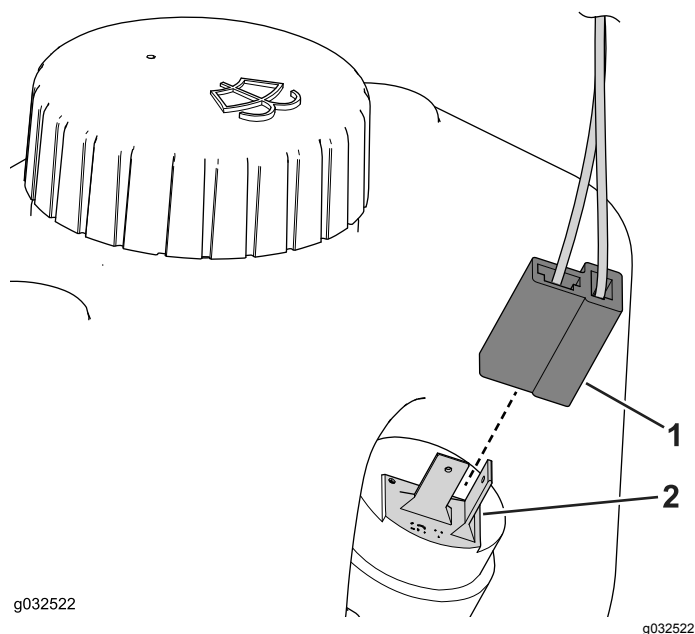

Figura 4
1. Enchufe el conector en el depósito del lavaparabrisas (Figura 4).